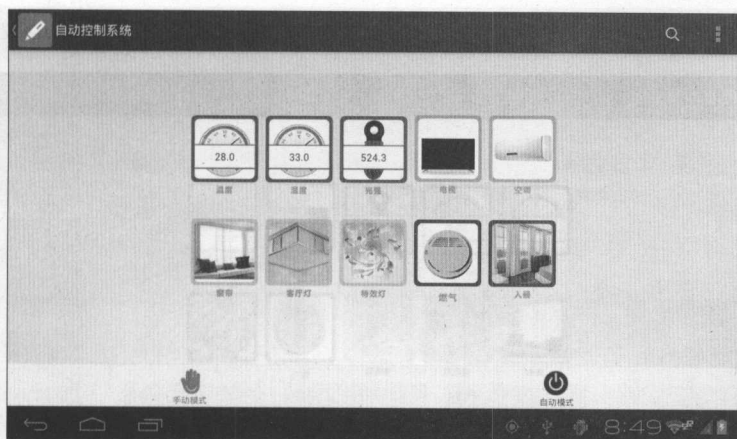

图 4.63 实时显示温湿度/光强值
(1) 根据实际硬件平台修改代码中传感器节点的 IEEE 地址及智云 ID/KEY。
(2) 编译 AutoControl 工程, 并安装应用程序到 Android 开发平台或 Android 终端内。
(3) 设置 Android 终端设备接入到互联网或者与智云 Android 开发平台设备在同一个局域网内。进入自动控制系统主界面, 如图 4.63 所示, 系统默认加载 ManualFragment, 显示当前温湿度值和光强值。